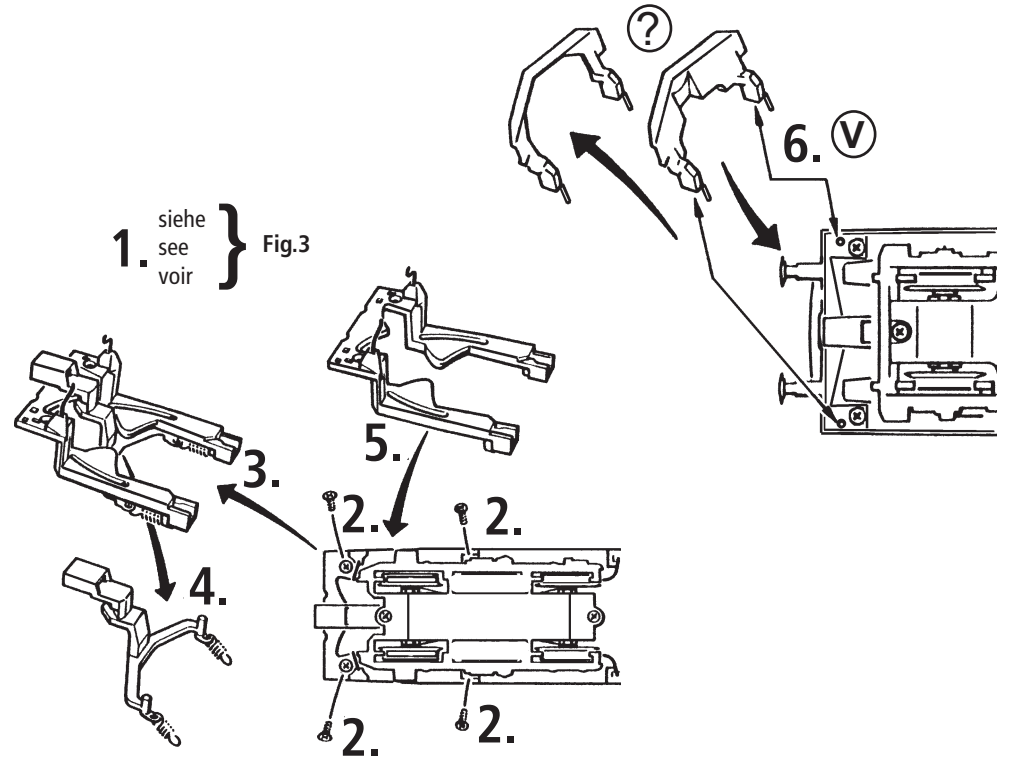

Fig. 3
**Mehrzugbetrieb:** Zuerst Lokgehäuse abnehmen (Fig. 3). Danach den Brückenstecker aus der Schnittstelle entfernen (diesen sorgsam aufbewahren). Danach den Stecker des Decoders lagegerecht einsetzen (Fig. 7).
**2. Schmierung:** Versehen Sie die im Schmierplan in Fig. 9 gekennzeichneten Stellen mit nur **kleinen Öltropfen**. Dazu zuerst das Lokgehäuse abnehmen (Fig. 3). Wir empfehlen den ROCO **Öler Art.-Nr. 10906**. Fürs Schmieren der Getriebeteile (Zahnräder, Schnecke) empfehlen wir das **ROCO-Spezialfett Art.-Nr. 10905**. Im Falle der Schmierung diese Teile **nicht ölen**.
**4. Kohlebürstenwechsel:** Lokgehäuse abnehmen (Fig. 3). Danach wird der Motor ausgebaut und die Kohlebürsten ausgewechselt (Fig. 10).
**2. Lubrication:** Apply **tiny oil drops** to spots marked in fig. 9. Prior to lubrication dismantle locomotive (fig. 3). We recommend using item no. **10906, ROCO oiler**. For lubrication the gearparts (e.g. cogwheels, worm) we would recommend our ROCO **special grease** (item no. **10905**).
**4. Carbon Brush Changing:** First remove loco body (fig. 3), and then the motor (fig. 10).
**2. Graissage:** N'appliquez **qu'une toute petite goutte** aux endroits indiqués par le plan de graissage (fig. 9) après avoir démonté la caisse de la locomotive (fig. 3). Nous vous recommandons **le graisseur à huile ROCO réf. 10906**. Pour graisser les engrenages (roues dentées, vis sans fin) nous vous conseillons la **graisse spéciale ROCO réf. 10905** pour engrenages en matières synthétiques. Lorsque vous utilisez cette graisse il faut éviter d'huiler ces composants.
**4. Remplacement des balais du moteur:** Démontez la caisse (fig. 3). Démontez ensuite le moteur et échangez le balais (fig. 10).
see } Fig.3